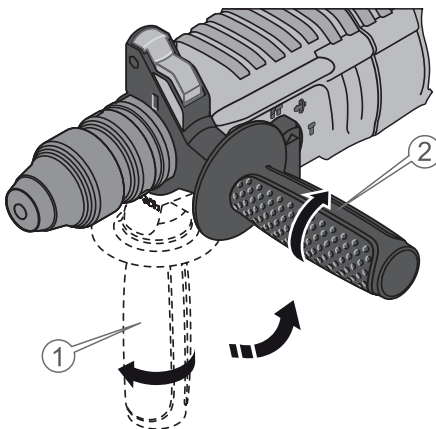

Рисунок 3. Встановлення допоміжної рукоятки та налаштування її положення.
3) Встановити на перфораторі допоміжне руків'я (10, рис. 1, 2) в таке положення, яке буде забезпечувати зручність в ході роботи та надійно закріпити. У разі необхідності послабити руків'я (1, рис. 3), перевести положення та зафіксувати (2, рис. 3);